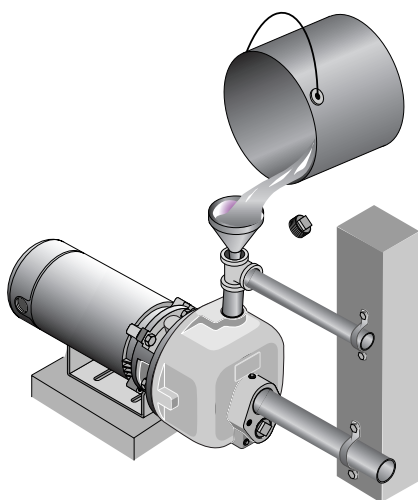

Figure 4: Remplir la pompe avant de commencer
- 3 ° Remplir d'eau la pompe et le tuyau d'aspiration (Fig. 4).